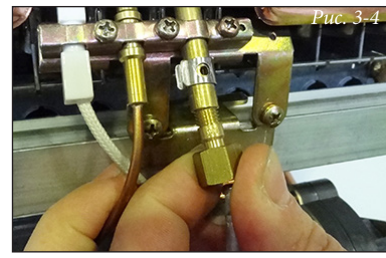

Рис. 3-4
- вставьте форсунку и прокладку из предоставленного комплекта (Рис. 3-4).